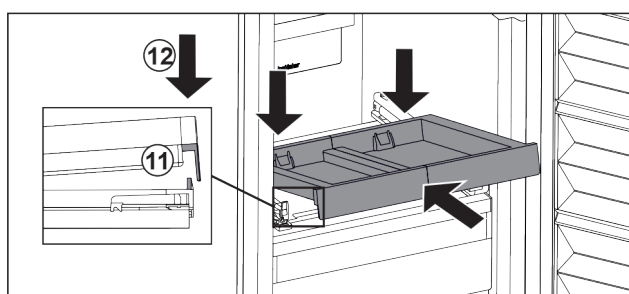

Fig. 195
- Schräg einschieben. Darauf achten, dass auf beiden Seiten der Anschlag hinter der Lasche ist. Fig. 195 (11)
- Auszugsbord vorne absetzen. Fig. 195 (12)